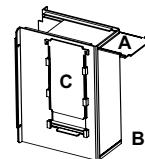

Fig. 4a
- Pour les jeux de fenêtre verticale (incluant les portes patio), consultez la figure 4a pour déterminer la bonne position de l'imperméable.